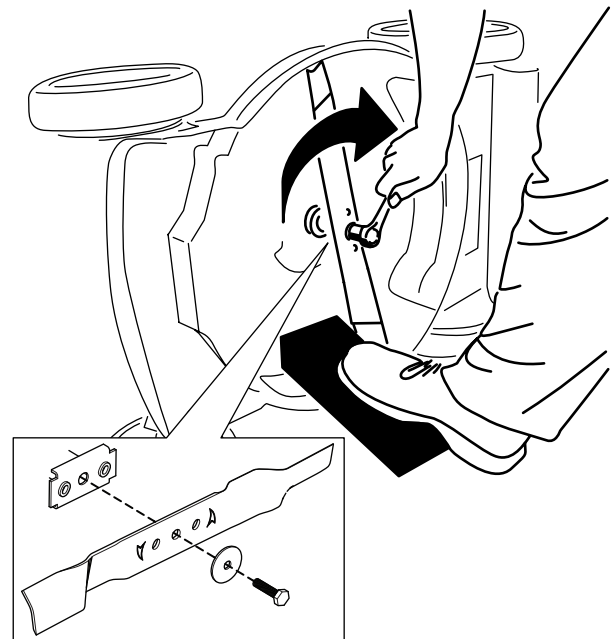

Figura 27
5. Montate la nuova lama usando la bulloneria di montaggio (Figura 27).